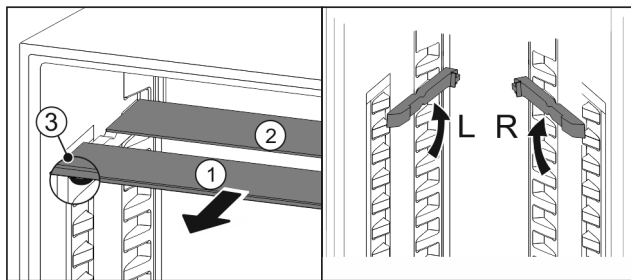

Fig. 29
- Skleněné desky jednotlivě vytáhněte dopředu Fig. 29 (1).
- ▷ Skleněná deska Fig. 29 (1) s ozdobnou lištou leží vpředu.
- ▷ Zářezky Fig. 29 (3) směřují dolů.